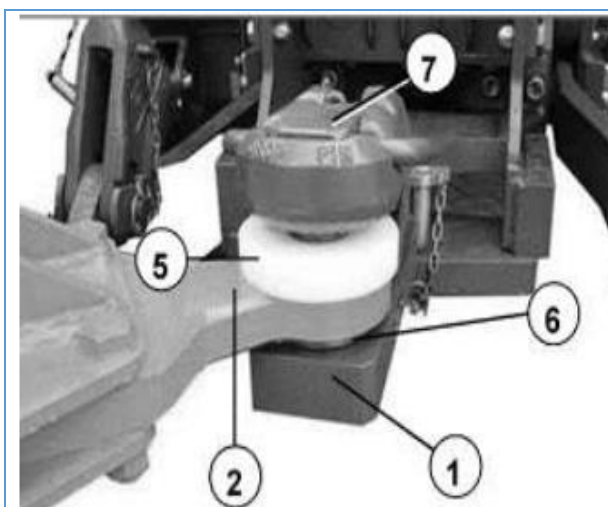

Рис. 5.6 – Подсоединение агрегата сцепной петли
Сцепная петля отрегулирована правильно, если над сцепной петлей (можно смонтировать пластмассовую шайбу (5) - рис. 5.6.
- Соединить сцепную петлю (2) посредством соединительных болтов (7) с маятниковым прицепным устройством (1) – рис. 5.6.
- Застопорите соединительные болты (7) – рис. 5.6.